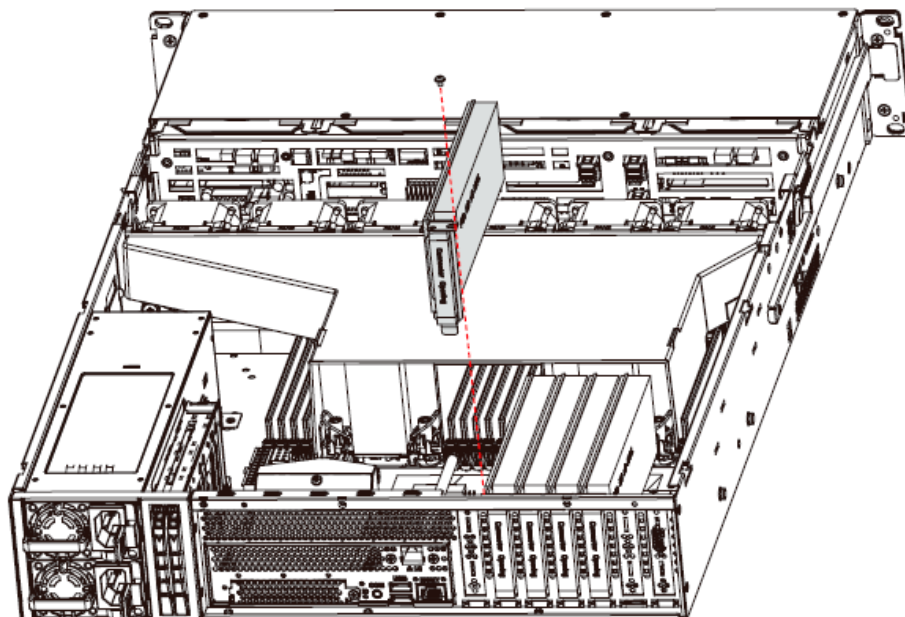

*Рисунок 27 – Установка Ethernet – адаптера OCP 3.0*
- Затяните винт с накатанной головкой, чтобы закрепить карту в слоте (см. Рисунок 27).